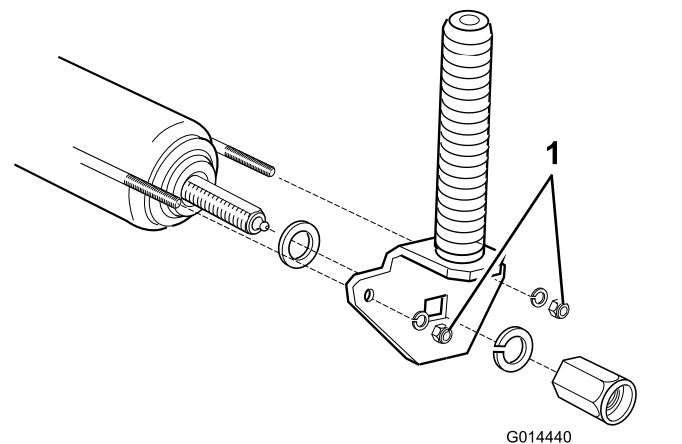

Bild 85
2. Ziehen Sie die Muttern um vier ganze Umdrehungen an, um den Draht richtig zu spannen (Bild 85).